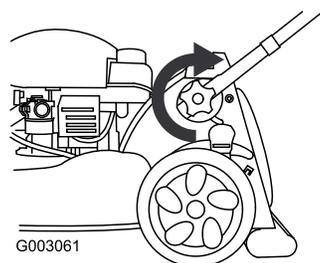

Figure 5
3. Serrez le bouton de la partie inférieure du guidon autant que possible (Figure 5).